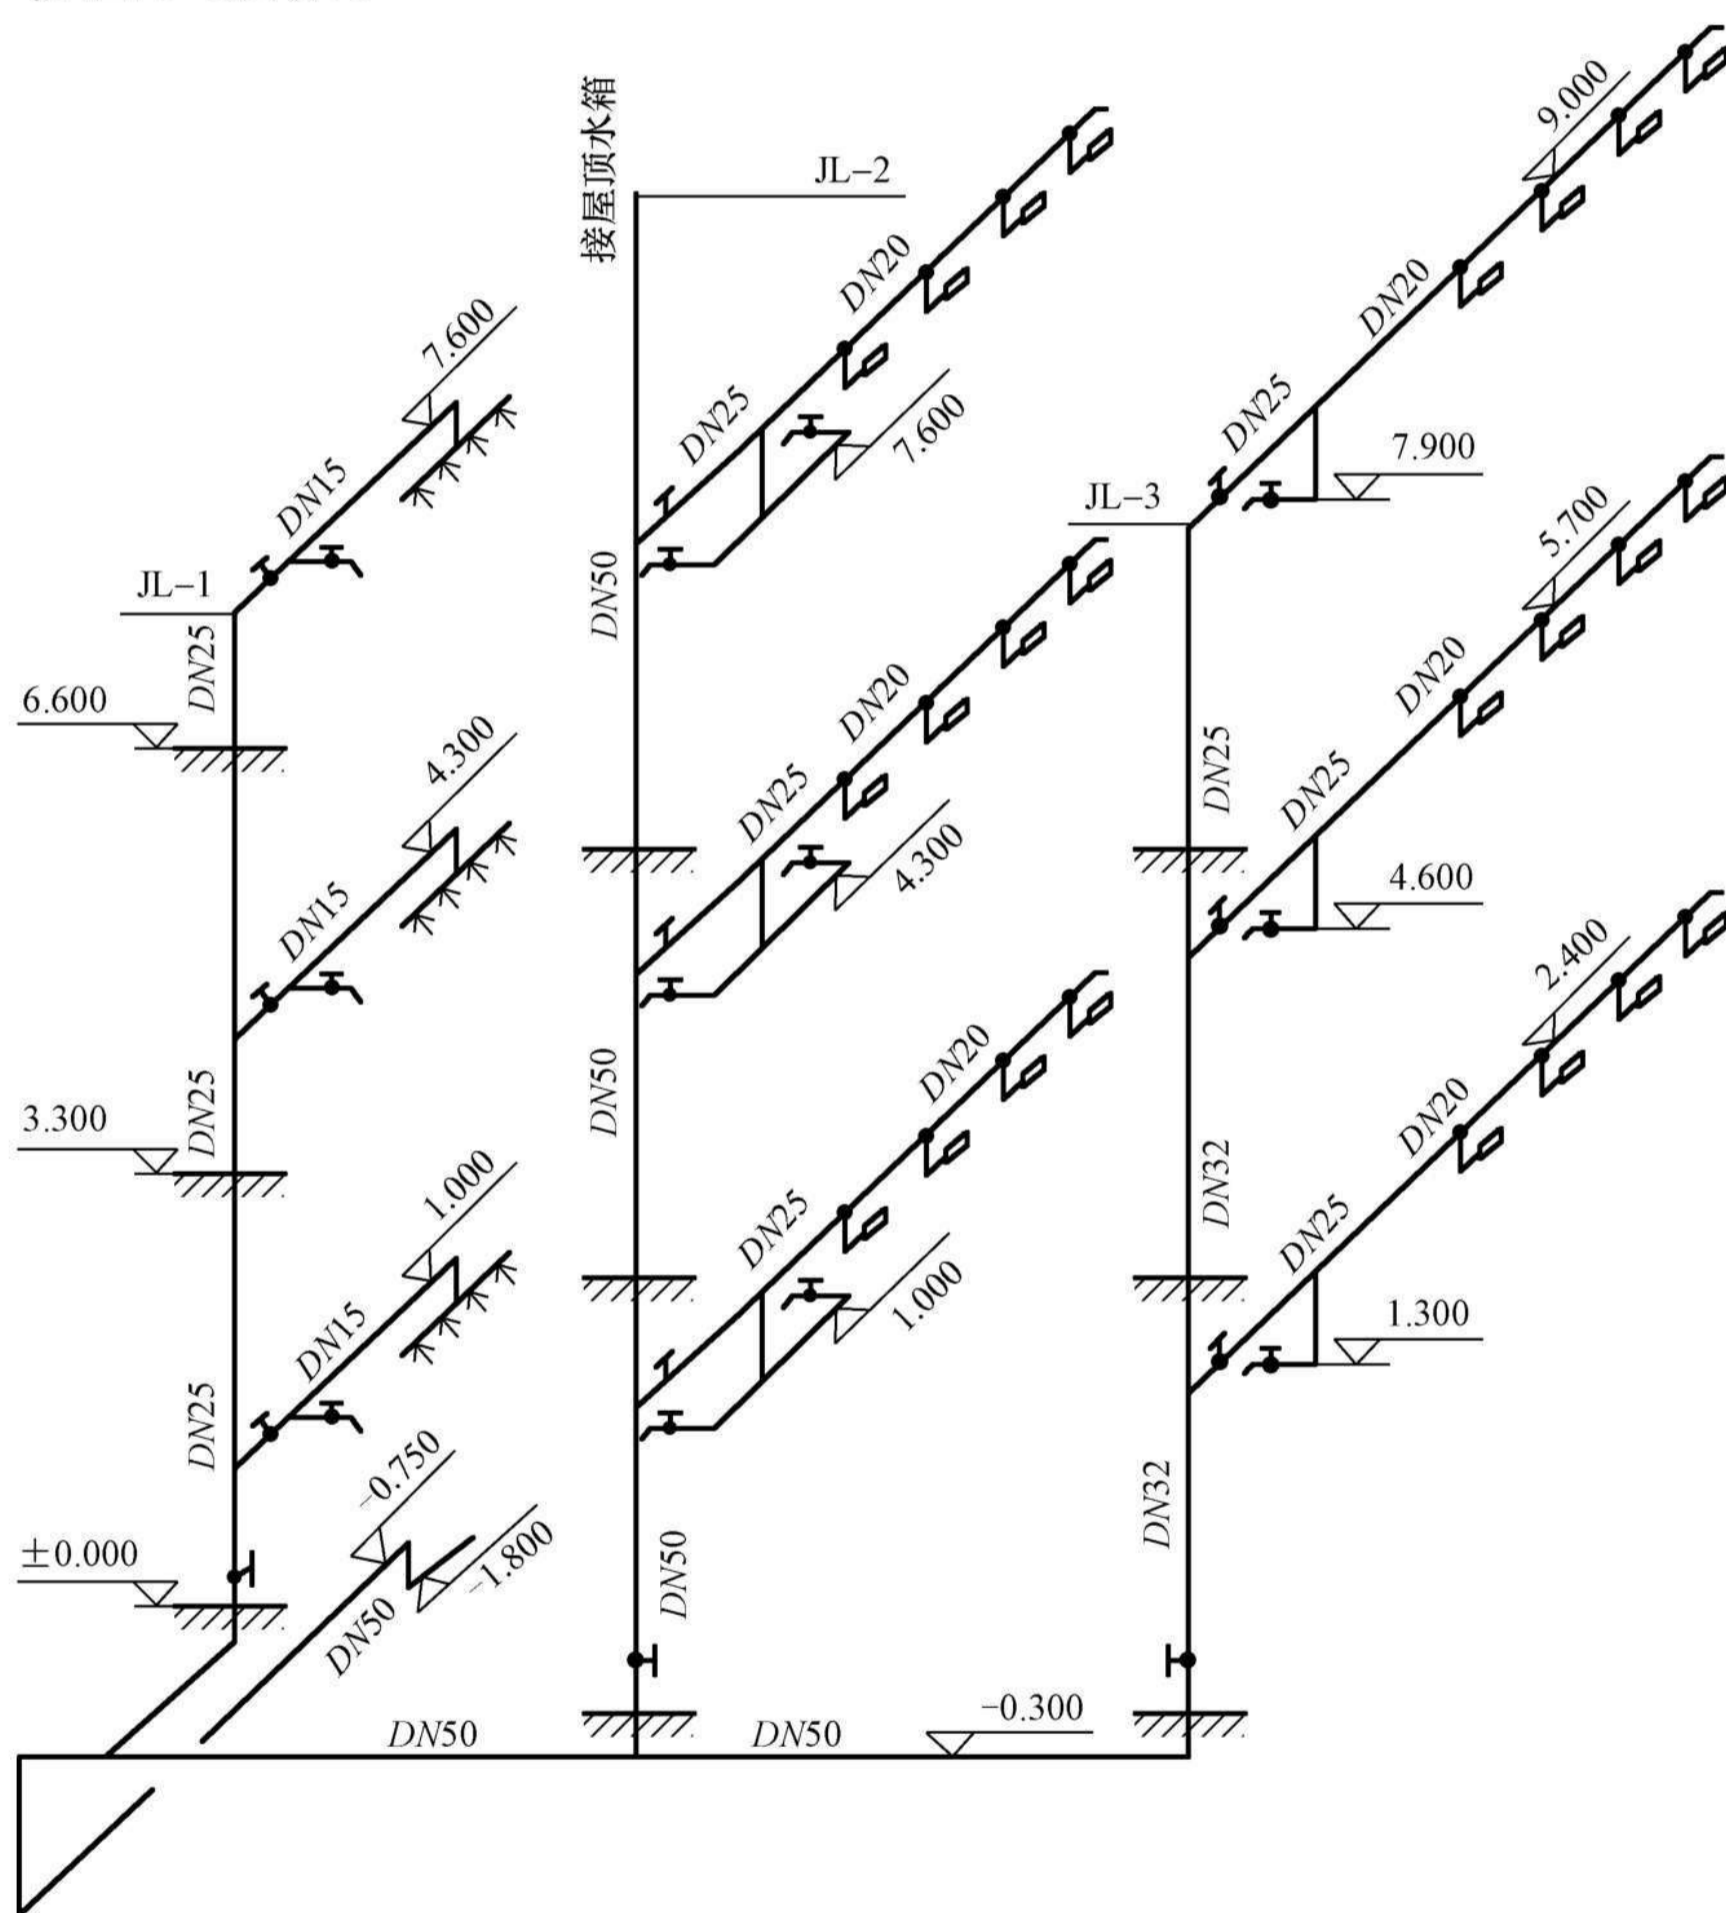

图1-1 给水管道系统图
室内给水系统主要由引入管、干管、立管、给水支管、水表节点、给水附件、给水设备等组成, 如图1-1所示。
(1) 引入管。引入管也称入户管, 图1-1中引入管的管径为 $DN50$ , 标高为 $-1.800\text{ m}$ 。
(2) 干管。图1-1中干管的管径为 $DN50$ , 标高为 $-0.300\text{ m}$ 。
(3) 立管。图1-1中共有JL-1、JL-2、JL-3三根立管, 其中JL-1立管的管径为 $DN25$ ,
(4) 给水支管。图1-1中JL-1系统的一层水平支管的管径为 $DN15$ ，标高为1.000 m；JL-2、JL-3系统的一层水平支管的管径为 $DN25 \rightarrow DN20$ ，标高为2.400 m。
(5) 给水附件。给水附件包括水龙头、阀门等。